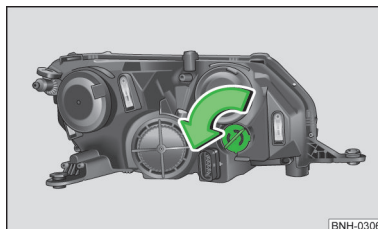

Fig. 152
- Girar el portalámparas con la bombilla » fig. 152 hasta el tope en el sentido de la flecha y extraerlo.